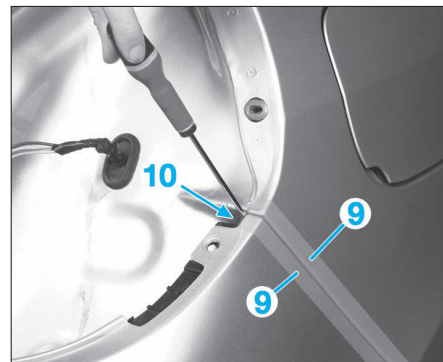

FIG. 117
- Extraire les butées (8).
- Protéger le bouclier et l'aile arrière en (9) à l'aide de ruban de masquage (Fig.117).